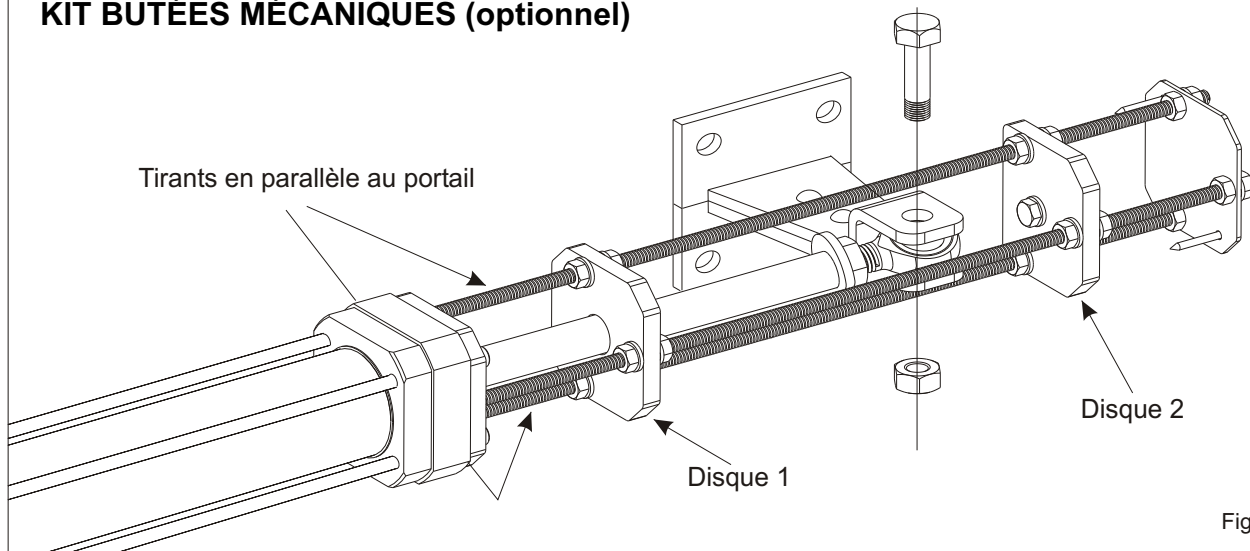

Fig. 16
- Mettre les feuilles de fin de course sur la bride antérieure de l'ensemble avec les deux tirants (des trois présents sur la feuille) qui se trouvent en parallèle au portail (Fig. 16)